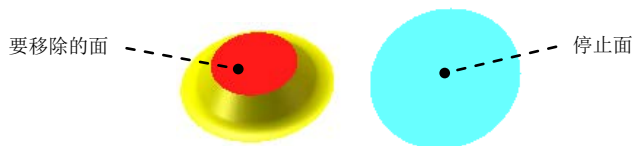

图 16.2.34 成形工具 2
Step6. 创建图 16.2.34 所示的零件特征——成形工具 2。
(1) 选择命令。选择下拉菜单 **插入(I)** → **钣金(B)** → **成形工具** 命令。
(2) 定义成形工具属性。
① 定义停止面。激活“成形工具”对话框的 **停止面** 区域，选取图 16.2.34 所示的模型表面为成形工具的停止面。
② 定义移除面。激活“成形工具”对话框的 **要移除的面** 区域，选取图 16.2.34 所示的模型表面为成形工具的移除面。
(3) 单击  按钮，完成成形工具 2 的创建。